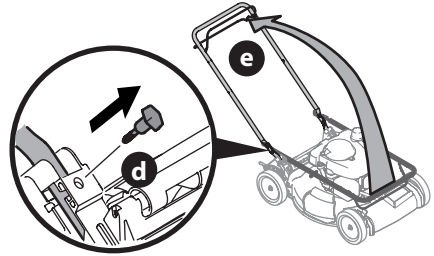

Figure 2
2. Retirez les boulons à oreilles (d) des supports du guidon. Voir Figure 2.
3. Assurez-vous que la tondeuse est stable, puis relevez la partie supérieure (e). Voir Figure 2. Veillez à ne pas pincer le câble de commande de la lame lorsque vous relevez le guidon.